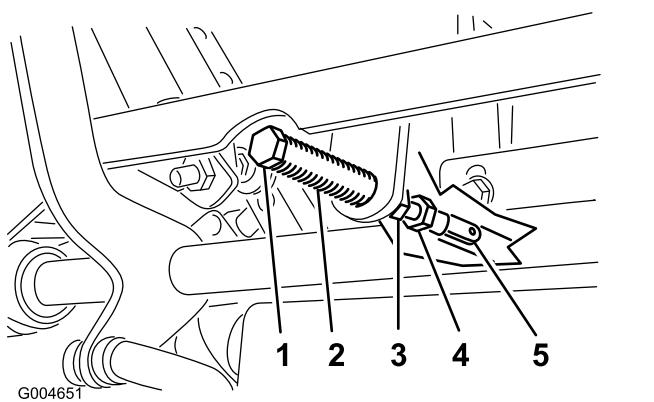

Figura 49
5. Tirate indietro la leva finché il cavallotto con testa (sul braccio sottostante l'albero di articolazione) non tocca l'estremità della scanalatura (iniziate a premere sulla molla), come illustrato nella Figura 49.
7. Se occorre regolare, allentate il dado e il controdado contro la forcella (Figura 49).
8. Premendo leggermente indietro la leva di controllo del movimento, girate la testa del bullone di regolazione nella direzione opportuna finché la leva di controllo non si trova al centro, in posizione di BLOCCO IN FOLLE (Figura 49).
9. Serrate il dado e il controdado (Figura 49).
10. Serrate i controdadi dei giunti a sfera (Figura 49).